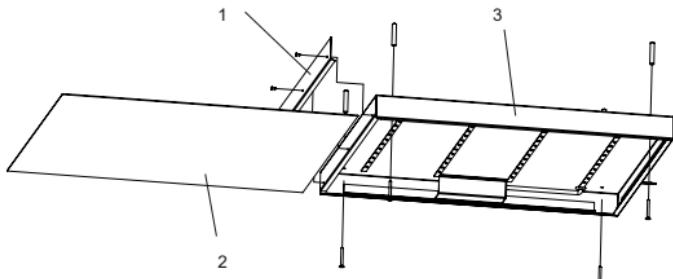

Рисунок 1
4.2.2 Накладной монтаж осуществляется следующим образом (см. рисунок 1):
- открутить 3 винта и снять боковую крышку (1) светодиодной панели;
- извлечь рассеиватель (2);
- закрепить корпус светодиодной панели (3) через имеющиеся отверстия непосредственно на поверхность потолка. Крепёж для накладного монтажа в комплекте не поставляется;
- в обратном порядке установить на корпус светодиодной панели (3) рассеиватель (2);
- установить боковую крышку (1) обратно и зафиксировать винтами. рассеиватель (2);
- установить боковую крышку (1) обратно и зафиксировать винтами.